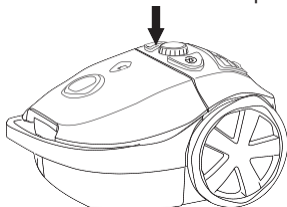

Figure 6 Interrupteur marche/arrêt
6. Branchez le cordon sur la prise et appuyez sur le bouton marche/arrêt. Pour éteindre l'appareil, appuyez à nouveau sur l'interrupteur marche/arrêt, voir la figure 6.